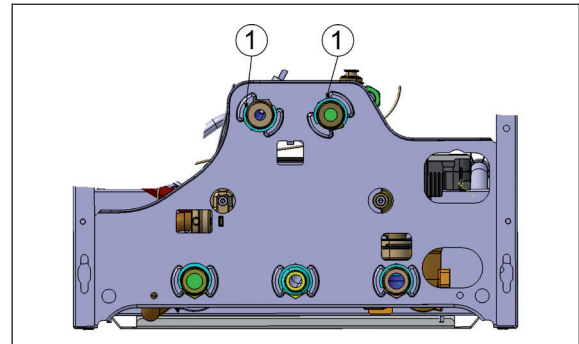

Bild 1
- 2 Halbmondringe (1) ausbauen (Bild 1)